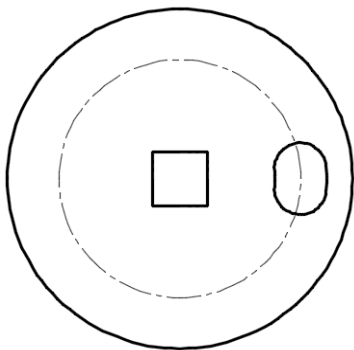

图 3-44 原始图形
- 1) 打开“环形阵列演练.dwg”，原始图形如图 3-44 所示。